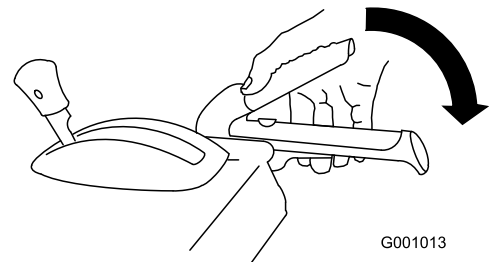

Figure 28
1. Pour engager la fraise à neige/turbine, serrez le levier droit (fraise à neige/turbine) contre la poignée (Figure 28).